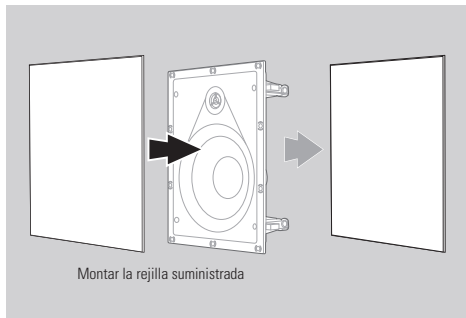

Figura 8
5. Coloque la rejillas en el altavoz. (Figura 8)